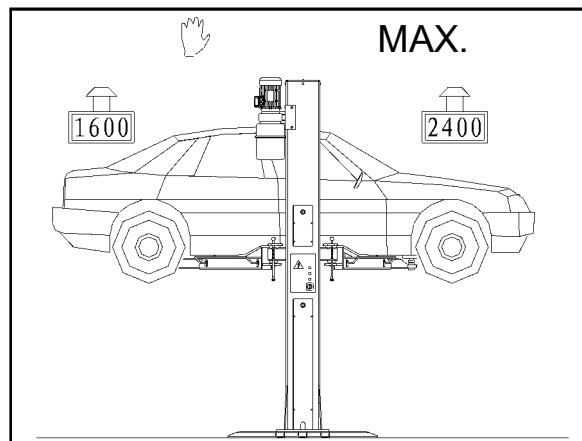
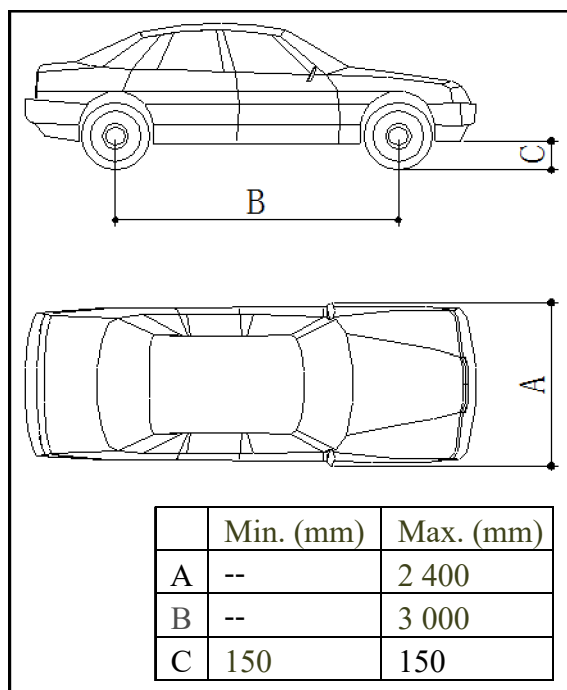

Fig. 7 Viktfördelning
Fig. 6
- ◆ Endast godkända fordon (**fig. 6 och fig. 7**) lyfts utan att överskrida kapaciteten och de övergripande dimensionerna.